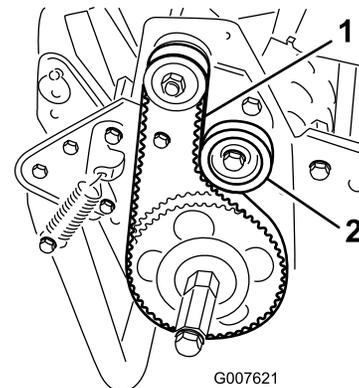

Bild 37
2. Prüfen Sie die Spannung. Bringen Sie hierfür eine Kraft von 18 bis 22 N in der Mitte des Riemen zwischen den Riemscheiben an (Bild 37). Der Riemen muss sich 6 mm durchbiegen lassen.
- A. Lsen Sie die Befestigungsmutter der Spannscheibe und drehen Sie die Spannscheibe nach rechts gegen die Rckseite des Riemen, bis Sie die gewnschte Riemen­spannung erzielt haben (Bild 37).